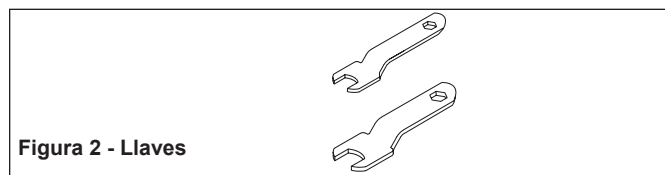

Figura 2 - Llaves
2. Ajuste firmemente el mandil portapiezas con llaves (Vea la Figura 2 & 3). Coloque una llave sobre la tuerca de boquilla y la otra en el eje. Gire la llave de la tuerca del mandril hacia la derecha, mientras al mismo tiempo gira la otra llave en la dirección opuesta, asegúrese de que el vástago no quede posicionado incorrectamente.